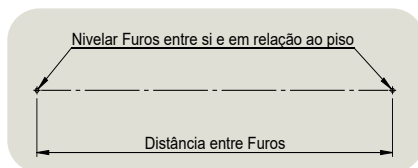

Figura 20 – Marcação dos furos
2. Na parede selecionada para a instalação, MARCAR com lápis ou caneta a posição dos furos dos pontos de fixação conforme o Modelo do Toalheiro. UTILIZAR o nível e a trena para os corretos nivelamento e posicionamento (Figura 20);